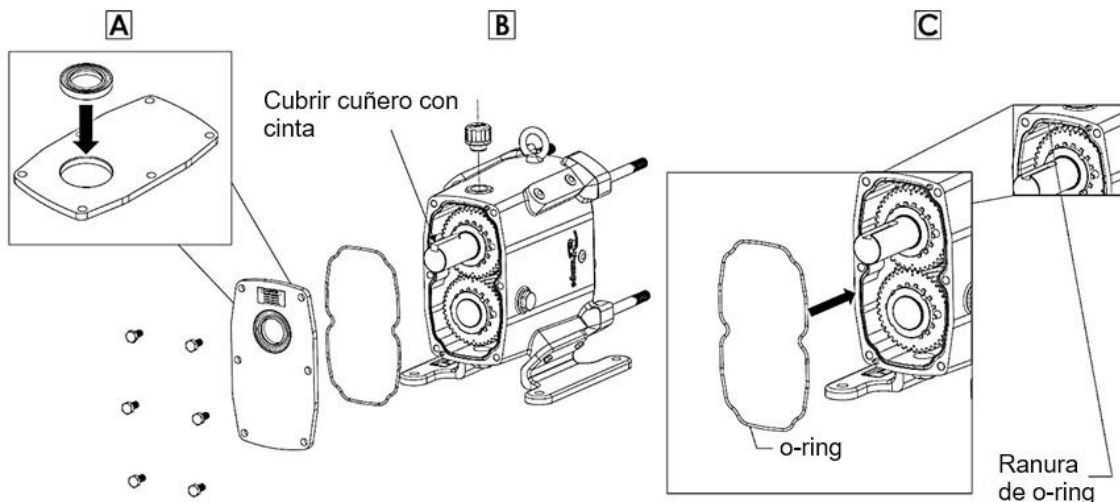

Figura 60: Ensamble de la cubierta de la caja de engranes
- Presione el nuevo reten de aceite en la cubierta de la caja de engranes para que el sello quede al ras con el exterior de la cubierta y que el resorte quede orientado hacia los engranes (Figura 60, A). Coloque el o-ring de la tapa en la ranura de la caja de engranes (Figura 60, C). Envuelva el cuñero de la flecha con cinta adhesiva para evitar cortar el sello del labio en el cuñero del eje. Aplique una película ligera de lubricante a los diámetros interior y exterior del sello de aceite de la cubierta de la caja de engranes. Deslice la cubierta trasera sobre la caja de engranes y asegúrela con los tornillos de retención (Figura 60, B). Instale los tapones de aceite y llene la caja de engranes con la cantidad recomendada de aceite utilizando la Tabla 2 en la página 12.